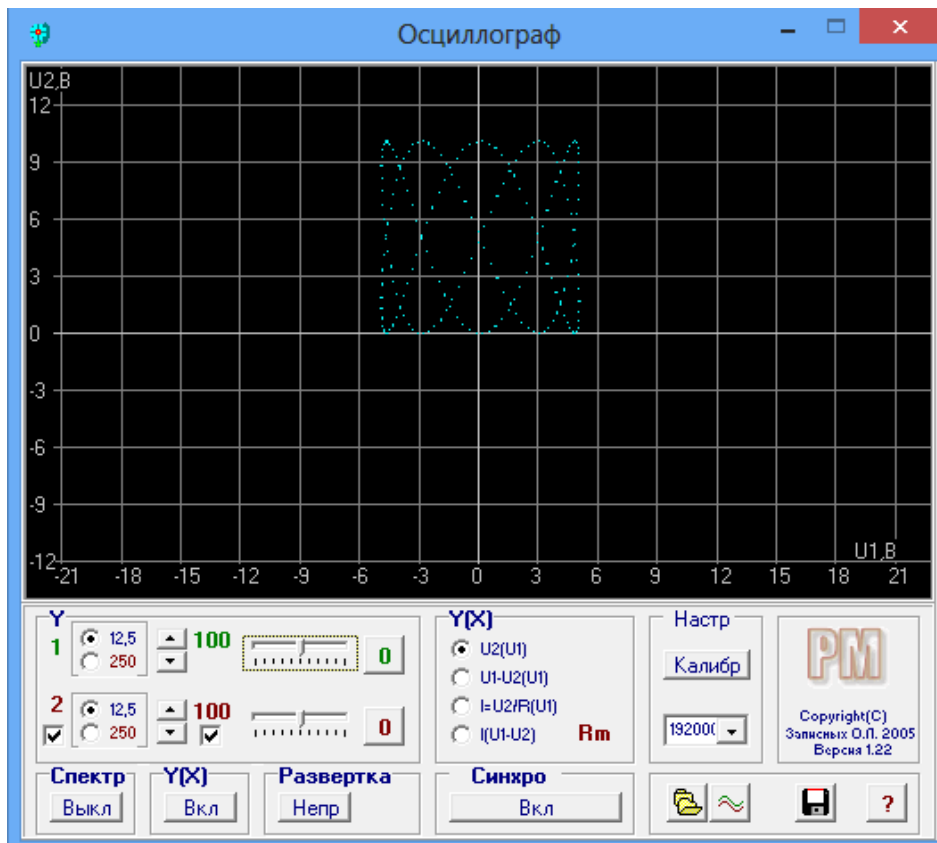

Рисунок 16 – Лицевая панель виртуального осциллографа в режиме динамического характериографа
1. Переведите виртуальный осциллограф в режим динамического характериографа, нажав кнопку $Y(X)$ «Вкл/Выкл» или клавишу X на клавиатуре компьютера (рисунок 16). При подаче синусоидальных напряжений одновременно на оба входа виртуального осциллографа на его экране будут получаться различные фигуры в зависимости от амплитуды, частоты и фазы подаваемых напряжений.